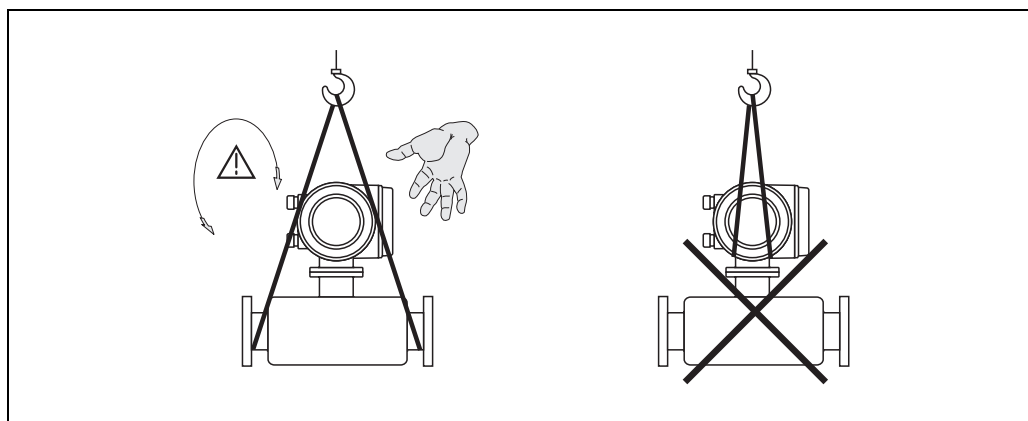

Fig. 4: Conseils de transport pour les capteurs en $\geq \text{DN } 40$ ($\geq \text{DN } 1\frac{1}{2}$ ")
- Les appareils de mesure en $\geq \text{DN } 40$ ($\geq \text{DN } 1\frac{1}{2}$ ") ne doivent pas être soulevés au niveau du boîtier du transmetteur ou du boîtier de raccordement de la version séparée au moment du transport (fig. 4). Pour le transport, utiliser des courroies que vous poserez autour des deux raccords process (fig. 4). Eviter d'employer des chaînes, qui risquent d'endommager le boîtier.